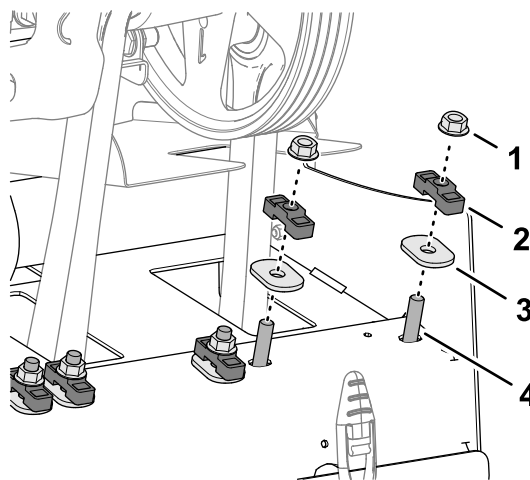

図 121
1. ロトリンクのダンパーシャフトをマシンの後部フレームに固定しているフランジロックナット 2 個を外す 図 121。